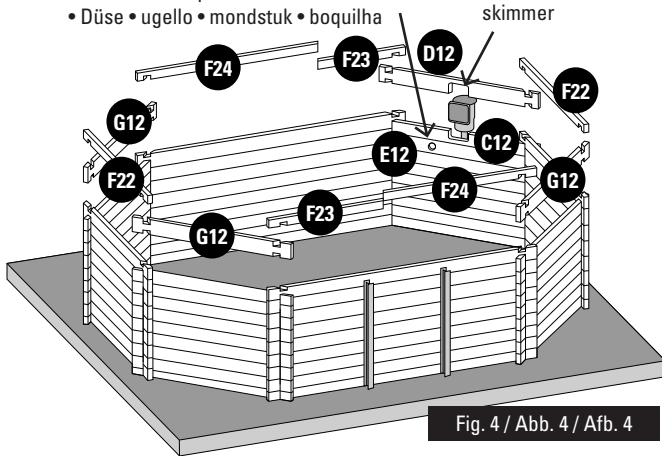

Fig. 4 / Abb. 4 / Afb. 4
- EN Skimmer:** • Place the specific boards of the skimmer facing the prevailing winds. Boards (C12) and (D12) will always be placed over a panel starting by board (B12) (figure 4). • The skimmer will not be stable until the pool is filled. **The skimmer (with its flap) is fitted as the same time as the finishing board.**
- FR Skimmer:** • Placez les madriers spécifiques au skimmer face aux vents dominants. Les madriers (C12) et (D12) se positionnent toujours sur un pan commençant par un madrier (B12) (figure 4). • Tant que le bassin n'est pas rempli, le skimmer ne sera pas stable. **Le skimmer (avec son volet) s'emboîte en même temps que le madrier de finition.**
- NL Skimmer:** • Plaats de planken die specifiek voor de skimmer zijn met het gezicht op de overheersende windrichting. De planken (C12) en (D12) worden altijd op een paneel geplaatst en er wordt begonnen met plank (B12) (afbeelding 4). • Zolang het zwembad niet is gevuld, zal de skimmer niet stabiel zijn. **De skimmer (samen met zijn afsluiter) wordt op het zelfde moment ertussen gezet als de plank voor de afwerking.**